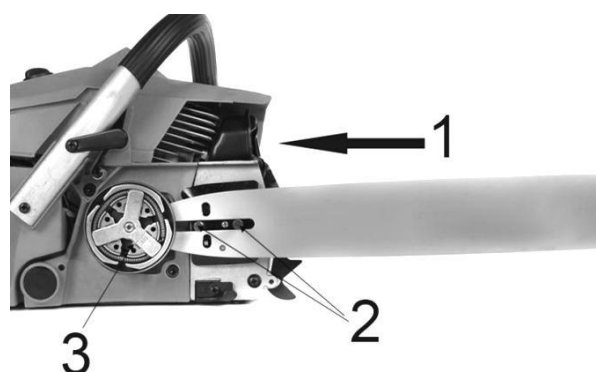

Рис. 3.
Установите пазовую часть пильной шины (1) на шинные болты (2). Передвигайте шину за муфту сцепления (3) до тех пор, пока отверстие для регулировочного штифта не совпадёт с положением штифта для регулировки натяжения цепи (см. Рис. 3).